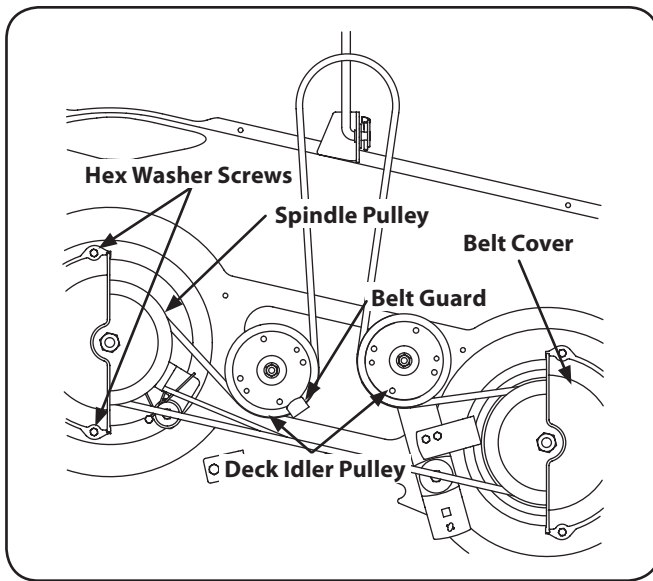

Figura 7-7
2. Retire la cinta cubre quitando los tornillos hexagonales que sujetan lavadora a la cubierta. Véase la Figura 7-7.
3. Retire la cinta cubre quitando los tornillos hexagonales que sujetan lavadora a la cubierta. Véase la Figura 7-7.
5. Retire con cuidado la cinta de cubierta de alrededor de las dos poleas del husillo y las dos poleas polea tensora de la cubierta. Véase la Figura 7-7.
6. Para colocar la correa nueva, empieza haciendo que el cinturón alrededor de las dos poleas exterior del huso, como se muestra en la Figura 7-7.
7. Luego, la cinta de ruta alrededor de las dos poleas de la cubierta como se muestra en la Figura 7-7.